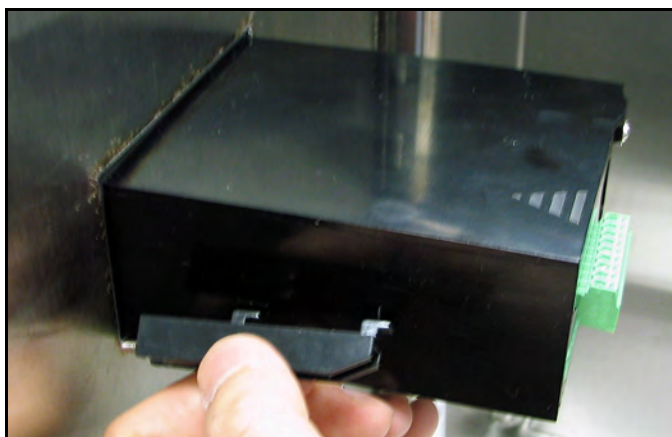

Abbildung 12: Einbau der Halterungen
4. Setzen Sie hinter der Tafel die Halterungen in die vorgesehenen Löcher an den Geräteseiten ein (siehe *Abbildung 12* unten).